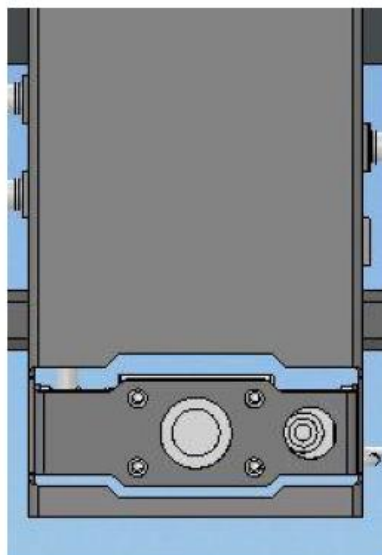

Рис. 4-2-6.
6. Камера (см. Рис. 4-2-6) используется для показа вилок и каретки с вилами или груза во время штабелирования на высоте.